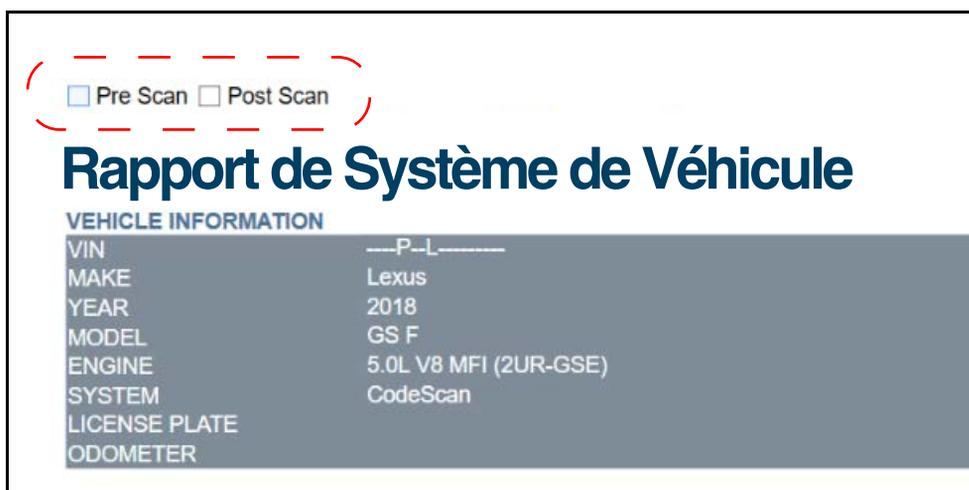

Figure 15-9
1. Double-cliquez sur le fichier .XML dans la liste des fichiers pour ouvrir le rapport du système du véhicule (Figure 15-9) dans le lecteur CodeScan.
2. Passez le curseur sur la zone indiquée à la Figure 15-9 et sélectionnez l'option souhaitée à ajouter à l'en-tête du rapport.